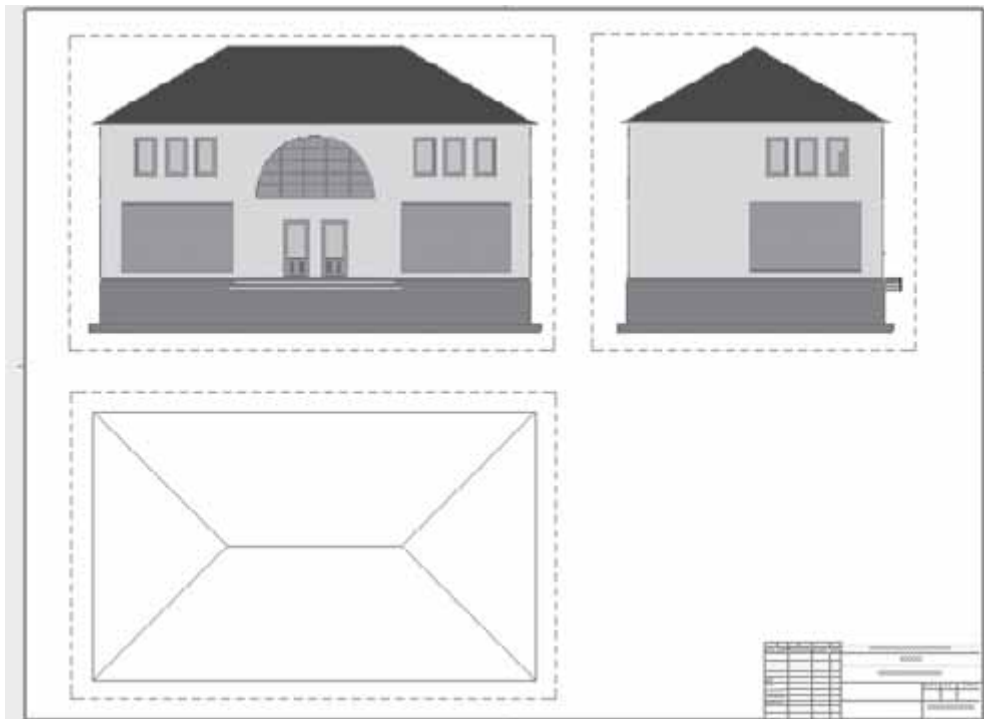

Рис. 13.14. Формирование общего вида
7. Используя необходимые инструменты и операции, такие как изменение масштаба вида, отключение видимости штриховки (для крыши), уменьшение области вида и т. д., скомпонуйте необходимый чертеж (рис. 13.14).